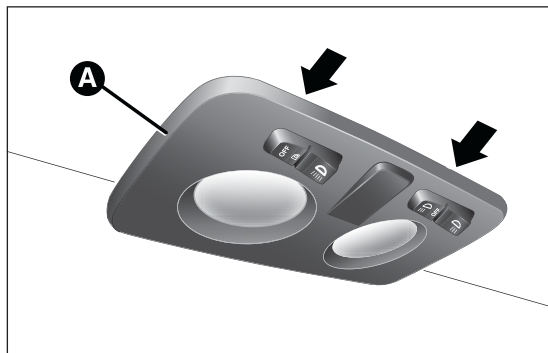
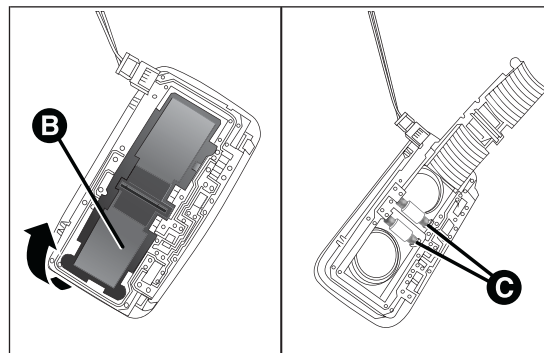

fig. 134
fig. 135
- ❑ extraer el plafón A fig. 134 interviniendo en los puntos indicados por las flechas;
- ❑ abrir la tapa B fig. 135, sustituir las lámparas C soltando los contactos laterales. A continuación, asegurarse de que las nuevas lámparas estén bloqueadas correctamente entre los mismos contactos;
- ❑ volver a cerrar la tapa B fig. 135 y fijar el plafón A fig. 134 en el mismo alojamiento asegurándose de que se bloquee correctamente.